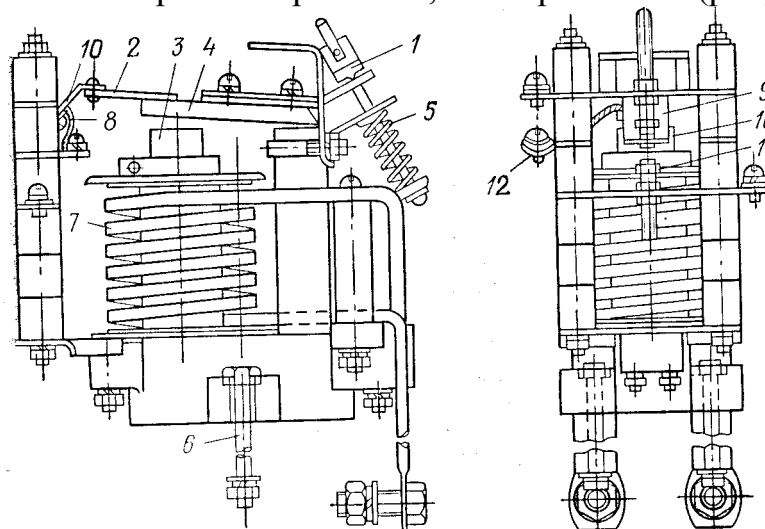

Рисунок 3.2 - Электромагнитное реле РЭВ-300
**Электромагнитные реле управления электро-приводами и автоматики.** В схемах управления электроприводами применяются реле постоянного тока РЭВ-300, выполняемые и как реле напряжения, и как реле тока (рисунок 3.2).